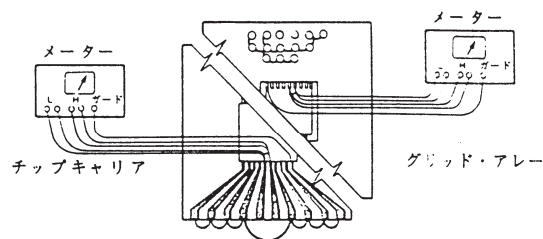

図 1
4 手順: リード間の容量(図 1 参照)
4.2 近接するすべてのピンをひとまとめにして被測定ピンに接続する。多層セラミックパッケージについては、被測定トレースに隣接するすべてのトレースに接続するよう、ピンを選択しなければならない。たとえば、68 リード・ピン・グリッドの場合、8 本の周辺ピンをまとめて接続し、124 ピン・グリッドの場合、12 本の周辺ピンをまとめて接続する。フラットパックタイプの場合は 8 本の周辺ピンをまとめて接続する(図 1 参照)。パッケージに電源プレーンと大型の電源ラインの両方もしくはいずれか一方がある場合、それらのピンも、上述の 8 個あるいは 12 個の周辺ピンと一緒に接続しなければならない。